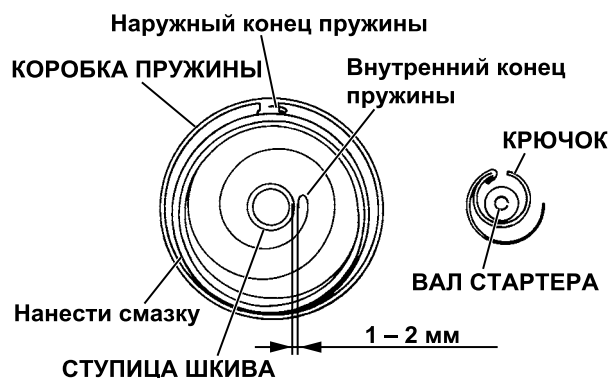

Рис. 9-5
- (2) Убедиться в том, что пружина надежно закреплена на шкиве, и загнуть другой конец пружины так, чтобы между внутренним концом пружины и краем ступица шкива получился зазор 1 – 2 мм, позволяющий надежно зацепить пружину за крючок, как показано на рис. 9-5.
Надлежащее расположение пружины указано на рис. 9-5.